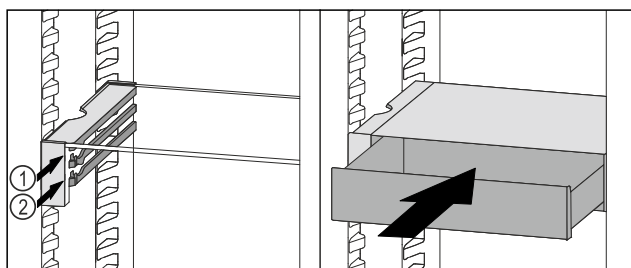

Fig. 128
- Placer le tiroir VarioSafe derrière les butées sur la nervure désirée Fig. 128 (1) ou Fig. 128 (2).